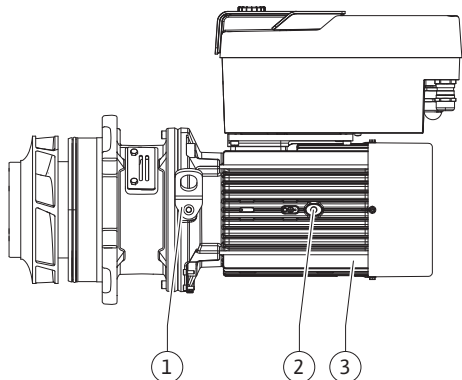

Fig. 108: Unidade de impulsor motor
13. Introduzir a unidade de impulsor motor (ver Fig. 108) no corpo da bomba, na posição anterior ou noutra ângulo pretendido. Respeitar aqui as posições de instalação autorizadas dos componentes (ver capítulo «Posições de instalação autorizadas e alteração da disposição dos componentes antes da instalação» [► 23]).
14. Recomenda-se a utilização das cavilhas de montagem (ver capítulo «Acessórios» [► 18]). Depois de a guia da lanterna engrenar perfeitamente (cerca de 15 mm antes da posição final), já não existe perigo de basculamento ou de encravamento. Após a fixação da unidade de impulsor motor com, pelo menos, um parafuso (Fig. I/III, pos. 10, ou Fig. III/IV, pos. 29), os meios de fixação podem ser removidos dos olhais de transporte.
15. Enroscar os parafusos (Fig. I/III, pos. 10, ou Fig. III/IV, pos. 29), mas ainda não apertá-los definitivamente. Ao enroscar os parafusos, a unidade de impulsor motor é puxada para dentro do corpo da bomba.